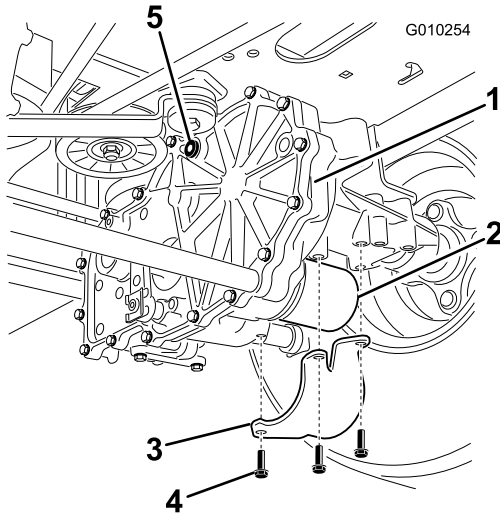

Figura 47
3. Localice el filtro y los protectores de cada sistema de tracción del transeje (Figura 47).